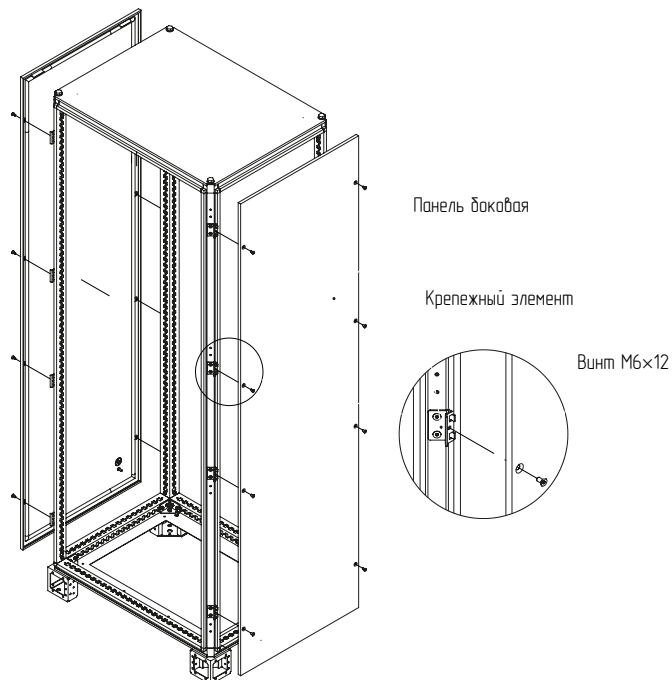

Рисунок 29
4.10.3 Закрепить восемь крепежных элементов на стойках каркаса (рисунок 29). Для крепления использовать винты самонарезающие M6×12. Момент затяжки – 7 Н·м.